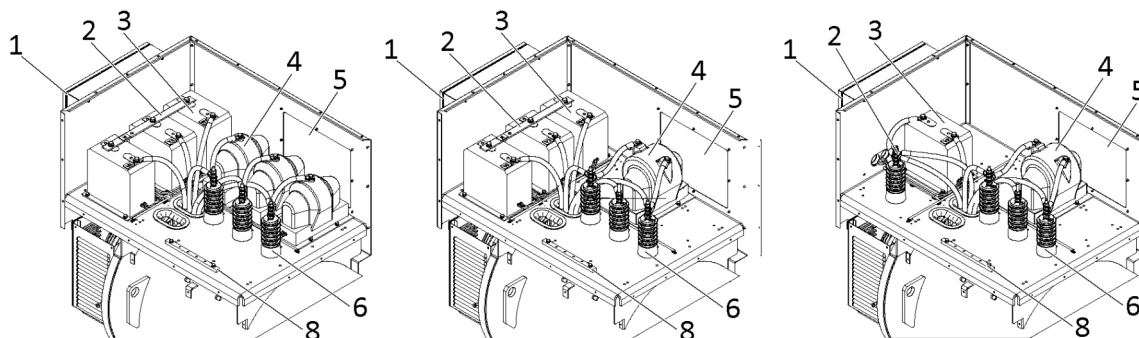
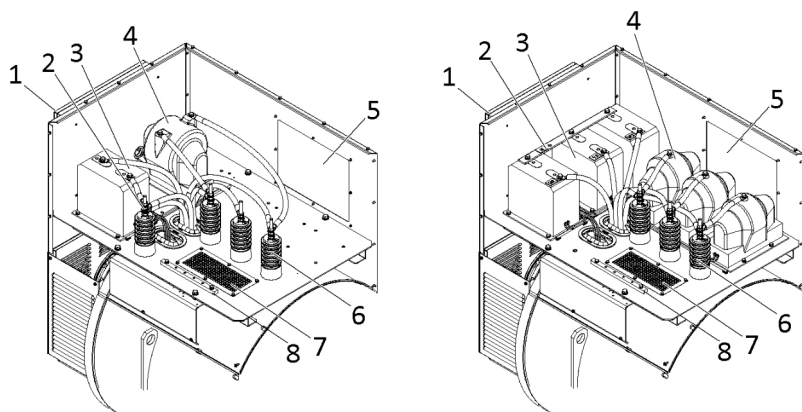

Figura 15- Caja terminales ECO 43
Figura 16- Caja terminales ECO 46
Conectar el alternador al usuario haciendo referencia a Figura 16- y Figura 15- .
- 3- Sensor de corriente (TA)
- 4- Sensor de tensión (TV)
- 6- Terminales de conexión fases (U-V-W de izquierda a derecha en Figura 16- y Figura 15-)